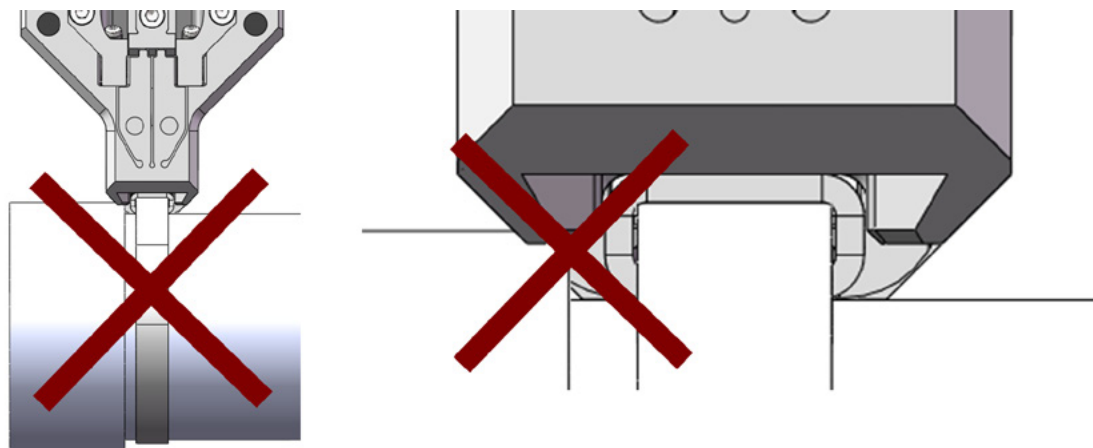

Fig. 27 El cabezal de separación de prensado colisiona con la aplicación
- ▶ Durante el proceso de cierre, el cabezal de separación de prensado de la FAST 3000 no debe tocar ninguna otra pieza que no sea la abrazadera WingGuard® que se va a cerrar. La inobservancia de esta regla puede causar daños mecánicos y una mala calidad de conexión de la abrazadera de banda WingGuard® (consulte Fig. 27).